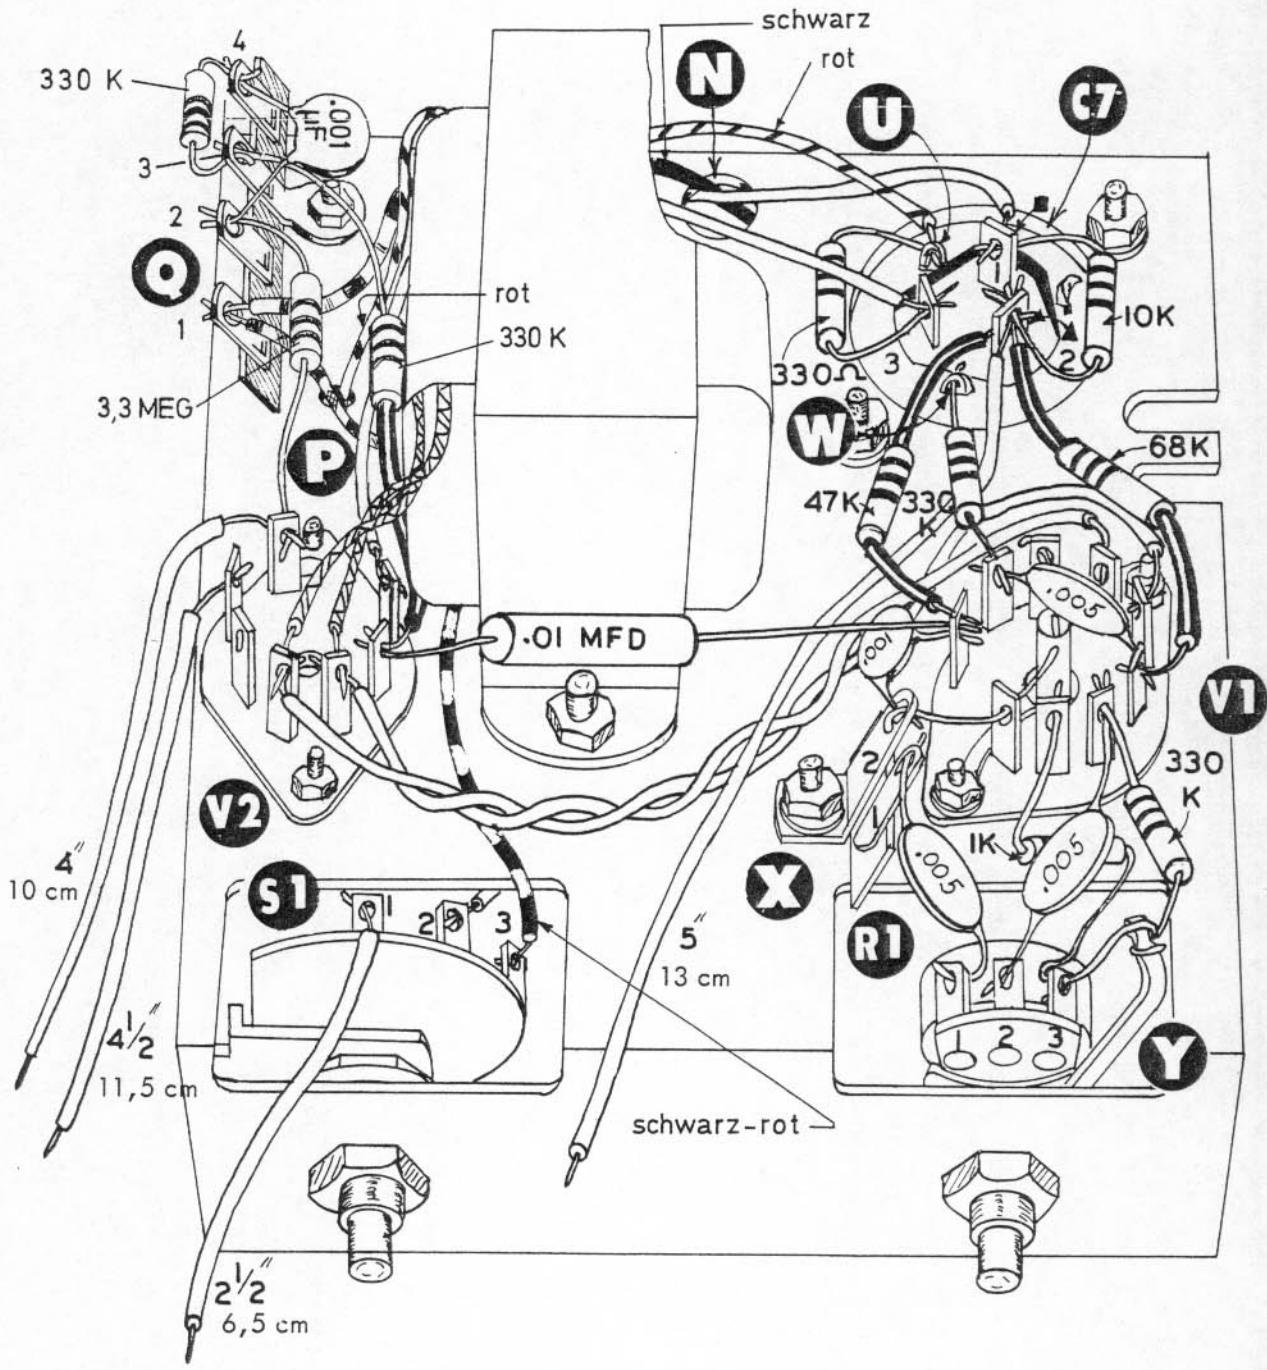

BILD 5
- () Verbinden Sie ein 5 cm langes blankes Schaltdrahtstück einseitig mit Lötfahne 3 (L-1) der Röhrenfassung V1. Verlegen Sie das andere Drahtende zunächst durch die Querlöcher des Masseröhrchens (L-2) und durch die Lötfahne 9 (L-2) dieser Röhrenfassung und verbinden es schliesslich mit Lötfahne 2 (NL) der Lötleiste X.
- () Schneiden Sie zwei je 15,5 cm lange Schaltdrahtstücke zurecht. Entfernen Sie je 5 mm der Isolation an den Enden beider Drähte. Verdrehen Sie beide Drähte miteinander. Verbinden Sie einen der beiden Drähte von einem Ende des Drahtpaares mit Lötfahne 3 (L-2), den anderen mit Lötfahne 4 (L-2) der Röhrenfassung V2. Verlegen Sie das andere Ende der verdrehten Leitung, wie Bild 5 zeigt, zwischen dem Netztrafo und der Chassis-Vorderwand entlang zur Röhrenfassung V1. Verbinden Sie dort den einen Draht der verdrehten Leitung mit Lötfahne 4 (NL), den anderen mit Lötfahne 5 (NL).
- () Verbinden Sie einen 11,5 cm langen Schaltdraht mit Lötfahne 1 (L-1) der Röhrenfassung V2 und Lötfahne 3 (NL) des Elkos C7.
- () Legen Sie einen 10 k Ω -Widerstand (braun-schwarz-orange) zwischen die Lötfahnen 1 (NL) und 2 (NL) des Elkos C7.
- () Verbinden Sie einen 13 cm langen Schaltdraht einseitig mit Lötfahne 2 (NL) des Elkos C7. Verlegen Sie das andere Ende dieses Drahtes, das erst später angeschlossen wird, zwischen dem Netztrafo und der Röhrenfassung V1 verlaufend zur Chassis-Vorderwand (siehe Bild 5).
- () Legen Sie einen 330 k Ω -Widerstand (orange-orange-gelb) zwischen Lötfahne 2 (NL) der Röhrenfassung V1 und der Masselötfahne W (L-1) des Elkos C7.
- () Überziehen Sie beide Anschlussdrähte eines 47 k Ω -Widerstandes (gelb-violett-orange) mit Isolierschlauch. Legen Sie den Widerstand dann zwischen Lötfahne 1 (NL) der Röhrenfassung V1 und Lötfahne 2 (NL) des Elkos C7.
- () Überziehen Sie beide Anschlussdrähte eines 68 k Ω -Widerstandes (blau-grau-orange) mit Isolierschlauch. Legen Sie den Widerstand dann zwischen Lötfahne 6 (NL) der Röhrenfassung V1 und Lötfahne 2 (L-4) des Elkos C7.
- () Führen Sie einen Anschlussdraht eines 1 k Ω -Widerstandes (braun-schwarz-rot) durch die Lötfahne 3 (L-2) des Potentiometers R1 und wickeln darauf das Ende dieses Anschlussdrahtes um die Regler-Masselötfahne Y (NL). Verbinden Sie den anderen Anschlussdraht des Widerstandes mit Lötfahne 8 (L-1) der Röhrenfassung V1.
- () Verbinden Sie einen Anschlussdraht eines 330 k Ω -Widerstandes (orange-orange-gelb) mit Lötfahne 7 (NL) der Röhrenfassung V1. Wickeln Sie den anderen Anschlussdraht um die Regler-Masselötfahne Y (L-2).
- () Legen Sie einen weiteren 0,005 μF (5 nF) Scheibenkondensator zwischen Lötfläche 1 (L-1) des Potentiometers R1 und Lötfläche 1 (NL) der Lötleiste X.
- () Legen Sie einen 0,001 μF (1 nF) Scheibenkondensator zwischen Lötfläche 1 (NL) der Röhrenfassung V1 und Lötfläche 2 (NL) der Lötleiste X.
- () Überziehen Sie beide Anschlussdrähte eines 0,01 μF (10 nF) Rollkondensators mit Isolierschlauch. Legen Sie den Kondensator dann - wie in Bild 5 gezeigt - zwischen Lötfläche 1 (L-3) der Röhrenfassung V1 und Lötfläche 2 (NL) der Röhrenfassung V2.
- () Überziehen Sie beide Anschlussdrähte eines 330 $\text{k}\Omega$ -Widerstandes (orange-orange-gelb) mit Isolierschlauch. Legen Sie den Widerstand dann zwischen Lötfläche 2 (L-2) der Röhrenfassung V2 und Lötfläche 3 (NL) der Lötleiste Q.
- () Legen Sie einen weiteren 330 $\text{k}\Omega$ -Widerstand (orange-orange-gelb) zwischen die Lötflächen 3 (NL) und 4 (NL) der Lötleiste Q.
- () Legen Sie einen 0,001 μF (1 nF) Scheibenkondensator zwischen die Lötflächen 2 (NL) und 4 (NL) der Lötleiste Q.
- () Legen Sie einen 3,3 $\text{M}\Omega$ -Widerstand (orange-orange-grün) zwischen Lötfläche 2 (L-2) der Lötleiste Q und Lötfläche 7 (NL) der Röhrenfassung V2.
- () Verbinden Sie einen 10 cm langen Schaltdraht einseitig mit Lötfläche 7 (L-2) der Röhrenfassung V2. Verlegen Sie das andere Ende dieses Drahtes, das erst später angeschlossen wird, an der Chassis-Seitenkante entlang zur Vorderwand (siehe Bild 5).
- () Verbinden Sie einen 11,5 cm langen Schaltdraht einseitig mit Lötfläche 1 (NL) des Elkos C7. HINWEIS : Diese Lötfläche ist durch ein Quadrat gekennzeichnet. Verlegen Sie das andere Ende dieses Drahtes durch die Bohrung N im Chassisblech und verbinden es mit Lötfläche 2 (NL) der Lötleiste T auf der Chassis-Oberseite.
- () Verbinden Sie ein 14 cm langes Schaltdrahtstück mit Lötfläche 2 (NL) der Lötleiste T und Lötfläche 2 (L-1) des Drehumschalters S1.